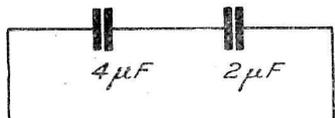

FIG. 7.
d) Branchés selon la figure 7, la capacité résultante C est égale au produit de la valeur du premier par la valeur du second, divisée par la somme des deux :
soit dans le cas de la figure 7 :